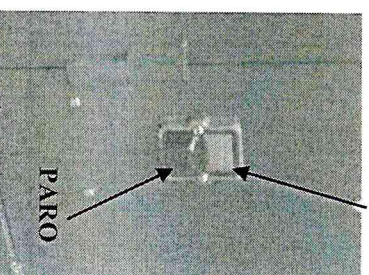

Fig. 4.1. Interruptores marcha y paro
- Pulsar el interruptor de color rojo o marcado con "0" (Ver fig. 4.1.).
- Arrancar la máquina pulsando el interruptor de color verde o marcado con "1" (Ver fig. 4.1.).